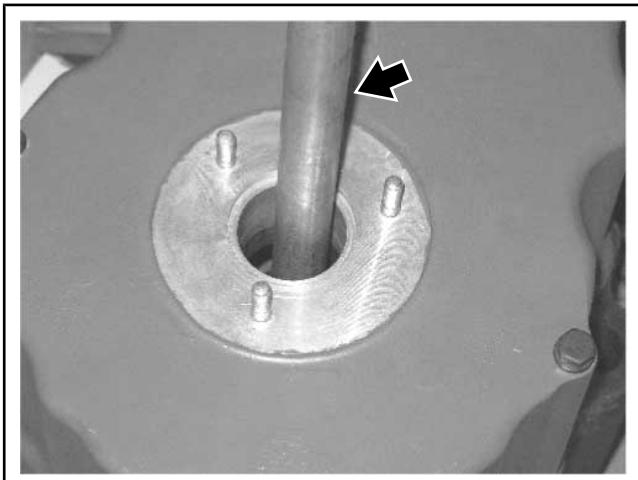

Рисунок 4.05-9: Ключ торцовый для свечей зажигания
- С помощью свечного ключа извлеките свечу зажигания из головки цилиндра (см. Рисунок 4.05-9). См. текущую редакцию док. 398 «Каталог специальных инструментов INNIO Waukesha» для ознакомления с полным списком инструментов для обслуживания двигателя.